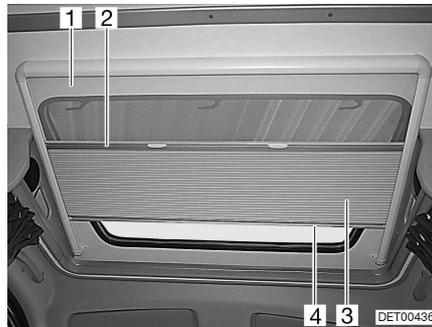

Fig. 30 Toit ouvrant
Le dispositif occultant plissé (Fig. 30,3) est relié de manière permanente à une moustiquaire (Fig. 30,1).
- Saisir la tige de fermeture (Fig. 30,4) du dispositif occultant plissé par le milieu et tirer avec précaution vers le bas.
- Ramener lentement le dispositif occultant plissé en arrière par la tige de fermeture (Fig. 30,4).
- Saisir la moustiquaire par le centre de la tige de fermeture (Fig. 30,2) et tirer avec précaution vers le bas.
- Ramener lentement la moustiquaire en arrière par la tige de fermeture du dispositif occultant plissé (Fig. 30,4).